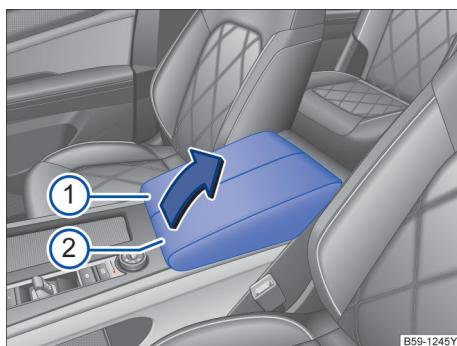

图 175 带储物盒的前部中央扶手
要打开时将中央扶手①②沿箭头方向完全向上抬起→图 175。
要关闭时向下按中央扶手→图 175①②。
要将中央扶手→图 175①②抬高，可沿箭头方向逐步向上升高直至达到所需位置。